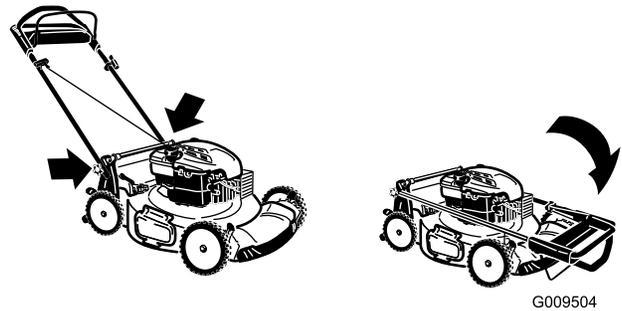

Figura 34
2. Piegate la stegola superiore in avanti come mostrato in figura Figura 34.